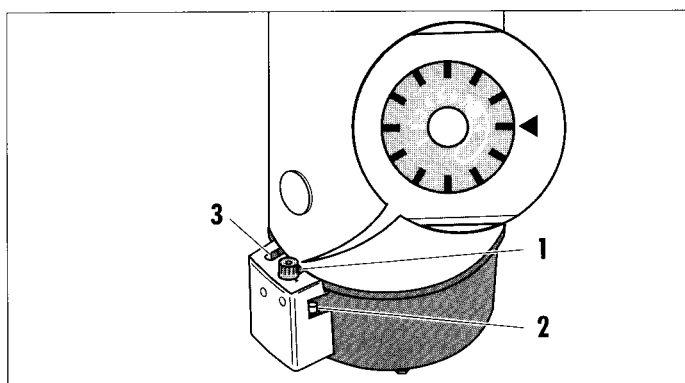
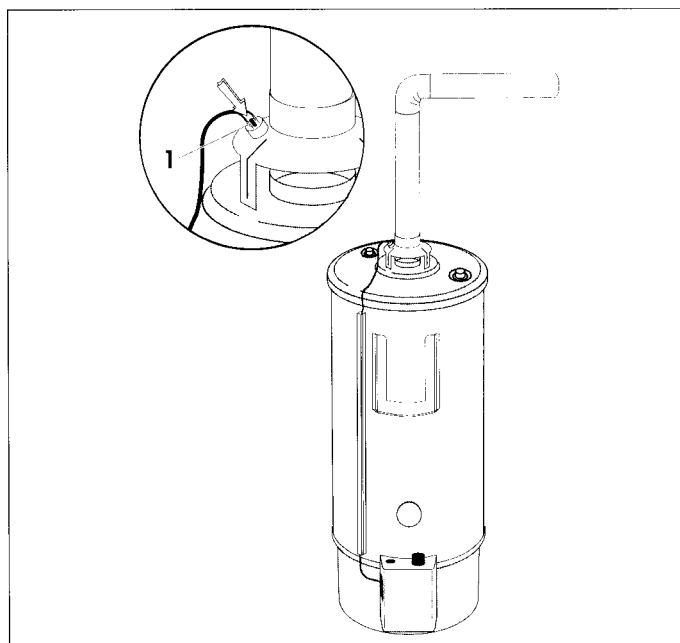

Abb. 3 Warmwassertemperatur einstellen
Abb. 5 Wieder einschalten
- Schalten Sie die Anlage aus, indem Sie den eingedrückten Bedienungsknopf (Abb. 3, Pos. 1) in Geschlossenstellung • drehen.
- Drehen Sie den Bedienknopf (1) Abb. 3 in Zündstellung
- Drücken Sie jetzt den Bedienknopf (1) nach unten und drücken Sie gleichzeitig den Piezo-Zünder (2) so oft, bis die Zündflamme brennt. Die Zündflamme ist durch die Öffnung (3) in der Abdeckung zu sehen.
- Halten Sie ca. 10-15 Sekunden den Bedienknopf (1) gedrückt.
Wird die am Temperaturwähler (Abb. 3, Pos. 1) eingestellte Wassertemperatur erreicht, so schaltet sich der RG automatisch ab.
Sinkt die Wassertemperatur unter die am Temperaturwähler (Abb. 3, Pos. 1) eingestellte Wassertemperatur, so schaltet sich der RG automatisch ein.
Zur Entriegelung muß zuerst der Bedienelement (Abb. 3, Pos. 1) in die Geschlossenstellung • gedreht werden. Anschließend wird der Entriegelungsstift (Abb. 5, Pos. 1) eingedrückt. Danach kann der Speicher, wie unter Pkt. „Inbetriebnahme“ beschrieben, gestartet werden.